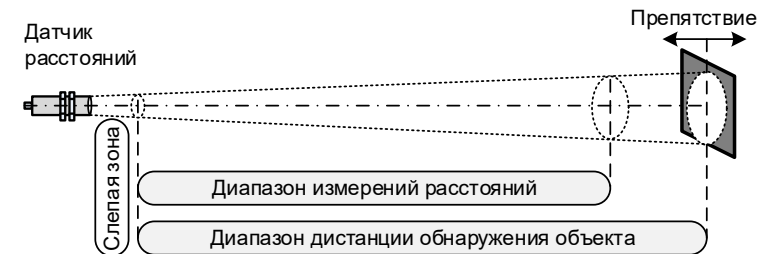

Рисунок 1 – Рабочие диапазоны датчика
4.1 Принцип работы датчика основан на контроле времени прохождения луча ультразвуковой волны от излучателя до препятствия и обратно (рисунок 1), при этом расстояние определяется по формуле $L = v \cdot t / 2$, где: L – расстояние между датчиком и объектом (препятствием), м; v – скорость распространения ультразвука в воздухе, м/с; t – время возвращения отраженной волны от объекта, с.